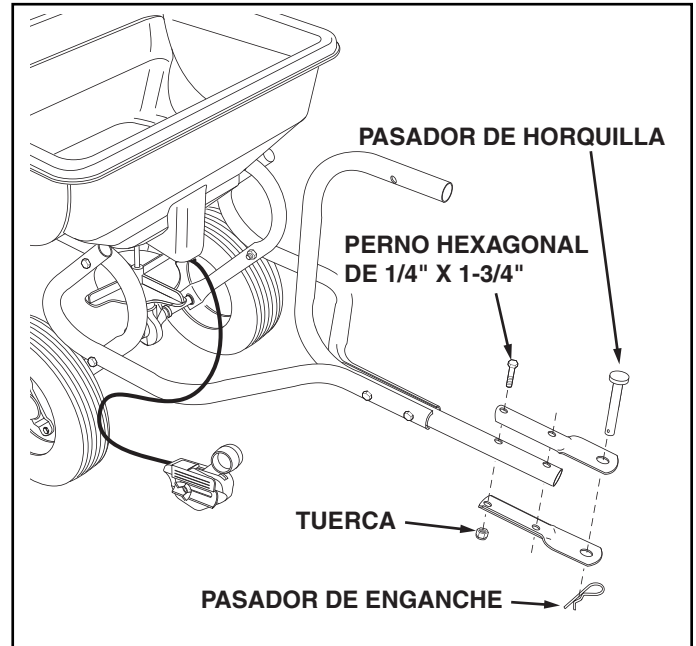

FIGURA 3
4. Coloque los Soportes de Enganche en el Tubo de Control de Enganche, usando dos pernos hexagonales de 1/4" x 1-3/4" y dos tuercas. **Apriete pernos y tuercas.** Vea la Figura 3.
5. Haga pasar el pasador de enganche a través de los soportes de enganche y asegure con el pasador de horquilla de 1/8". Vea la Figura 3.